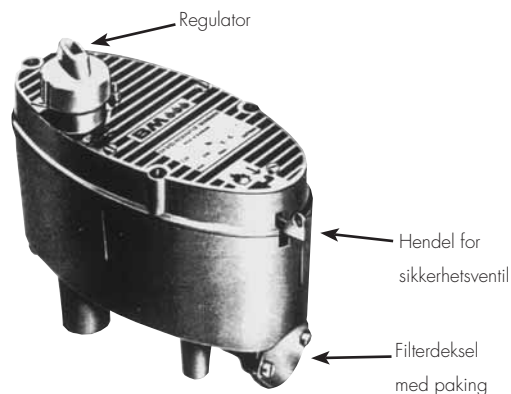

Fig. 10
4. Sikringshendelen på flotøren trykkes ned til det høres et knepp (se fig. 10 - 11).
11. Trykk hendelen på flottørventilen ned, slik at oljen strømmer inn i flottørventilen (se fig. 10 og 11).